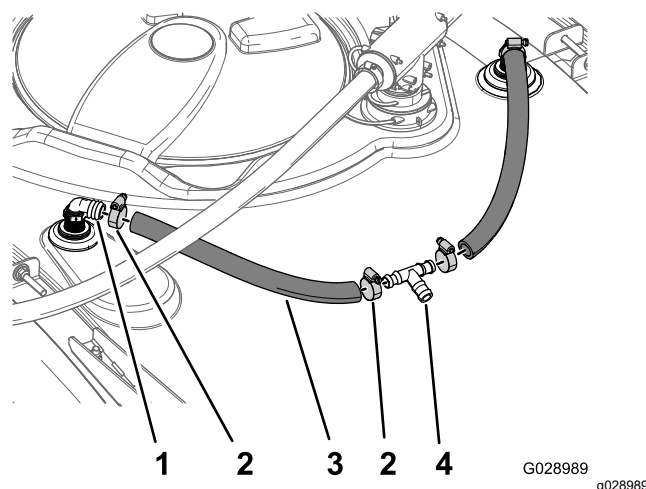

Figura 45
- Montai un furtun de 1,9 x 48,3 cm pe fiecare fitting inelat de 90° pentru cele 2 duze pentru clătire (Figura 45).
- Fixai furtunurile fittingurile inelate de 90° cu ajutorul clemelor pentru furtun (Figura 45).
- Inserai un fitting în T inelat în capătul liber al fiecărui furtun (Figura 45).
- Aliniați fittingul în T inelat astfel încât latura cârligului inferior să fie lipită de rezervorul de pulverizare și fixai furtunurile de fittingul în T cu 2 clemă pentru furtun (Figura 45).